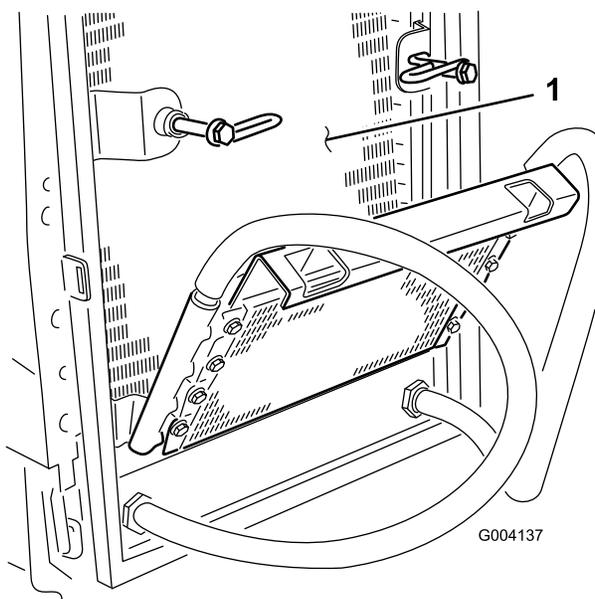

図 73
6. オイルクーラとラジエターの裏表を（図 73）圧縮空気で丁寧に清掃する。